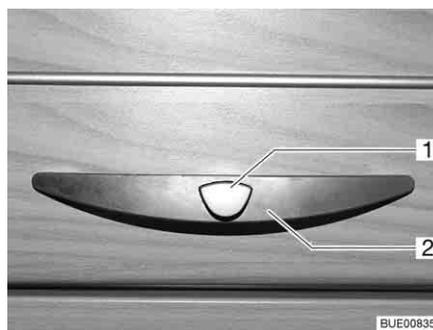
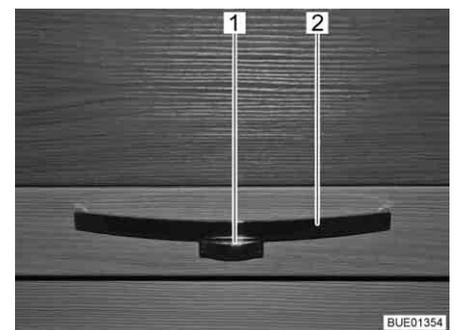

Bild 56 Möbelklappe mit Griff (Beispiel)
Bild 57 Möbelklappe mit Griff (Beispiel)
- Den Entriegelungsknopf (Bild 56,1 oder Bild 57,1) am Griff (Bild 56,2 oder Bild 57,2) drücken und gedrückt halten.